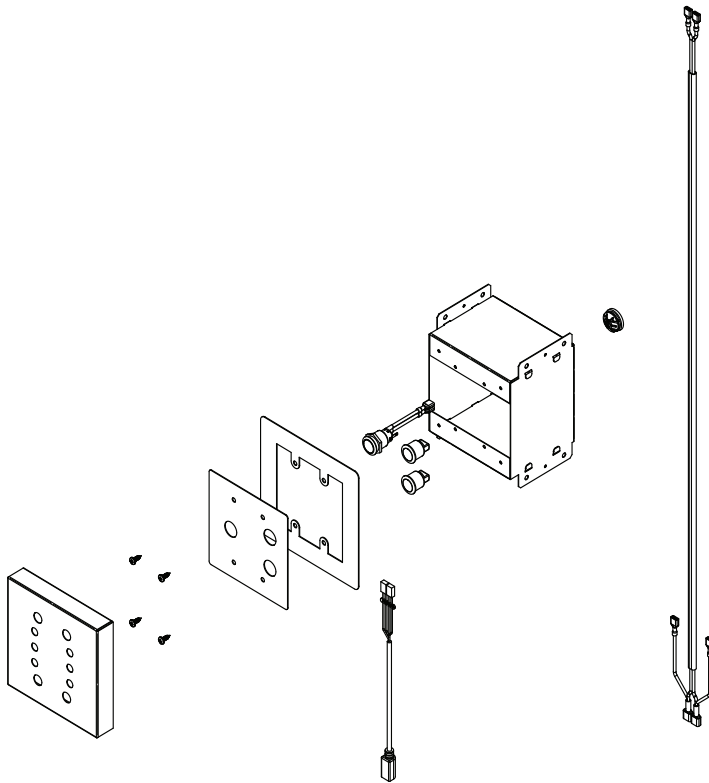

Figure 5.6. Assemblage de l'interrupteur du thermostat mural
- Le fil de l'interrupteur à bascule (noir/blanc) doit être branché dans les deux fils bruns du faisceau de câbles de commande. Il n'y a pas de connexion incorrecte pour ces deux FILS affichés dans le schéma de câblage (Figure 5.6.)